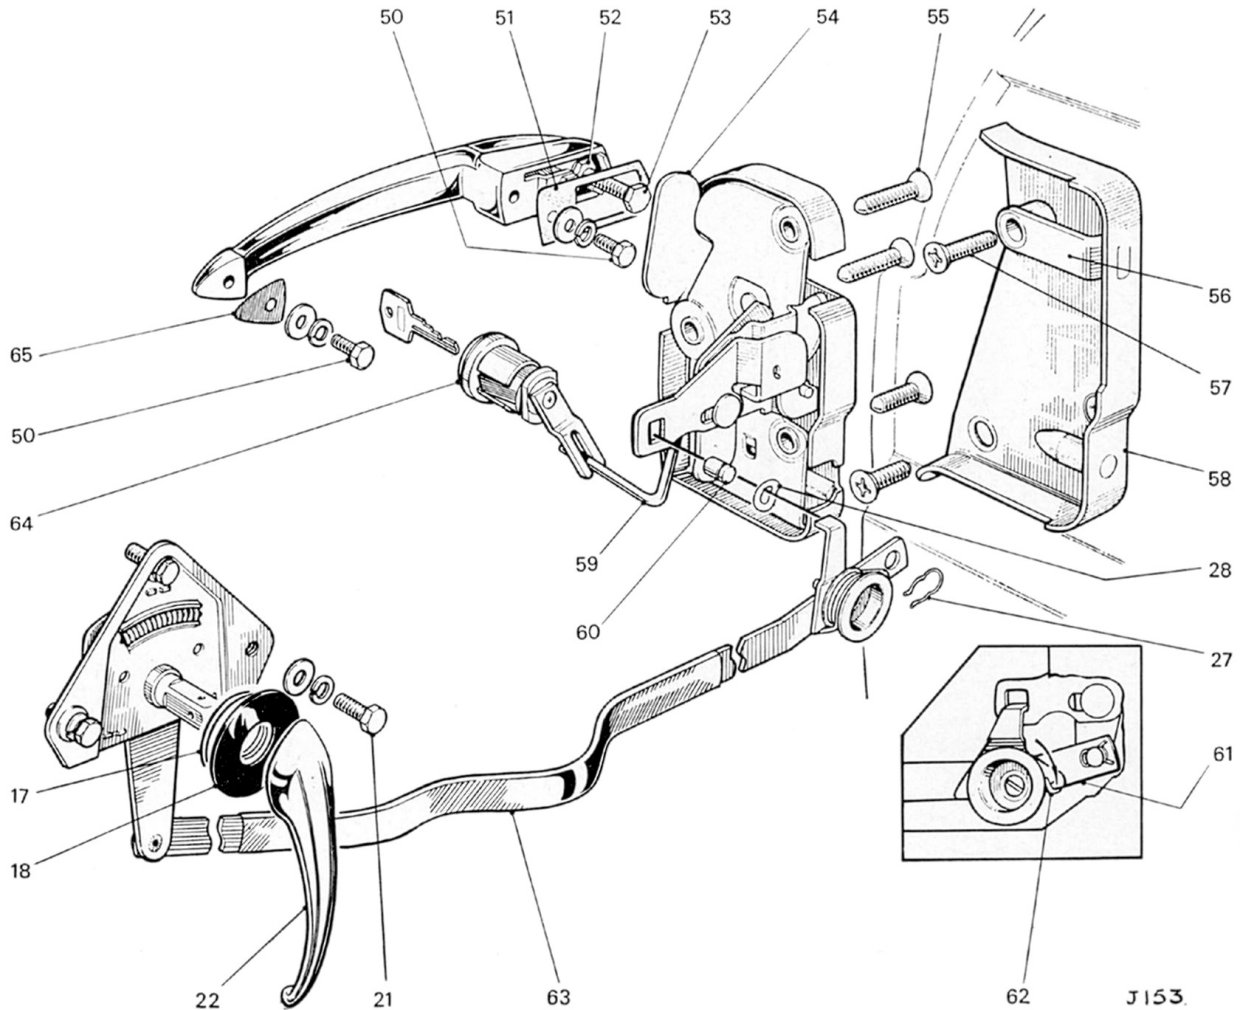

Fig. 35. Vue éclatée de la serrure de sécurité (Spitfire Mk. 2 et Mk. 3)
**1&2 Dépose et repose** (Fig. 35) - procédure identique au modèle Spitfire 4)
### 1. Dépose (Fig. 35)
### 1. Dépose (Figs. 35 et 41)